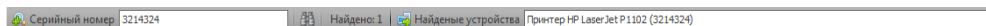

Рисунок 41
- -Меню поиска устройств по серийному номеру (Рис. 41)